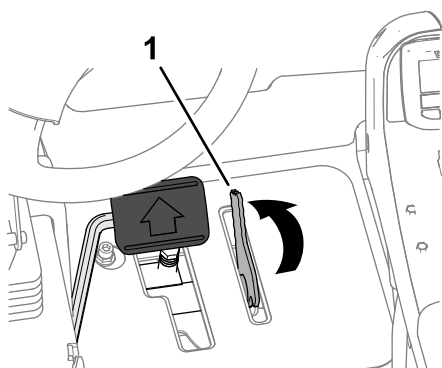

Bild 45
3. Stellen Sie den Hebel für den Mähgeschwindigkeitsbegrenzer mit dem Fuß nach vorne, in die MÄHEN-Stellung (Bild 45).